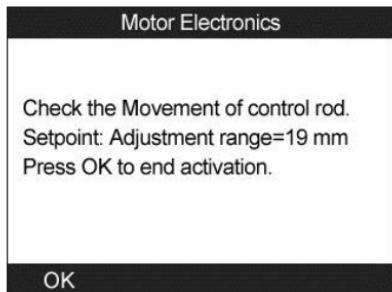

Figura 13.37
- b) Seleccione **OK** para activar las mariposas del colector de admisi ón; el instrumento mostrar á lo siguiente. (Figura 13.37)